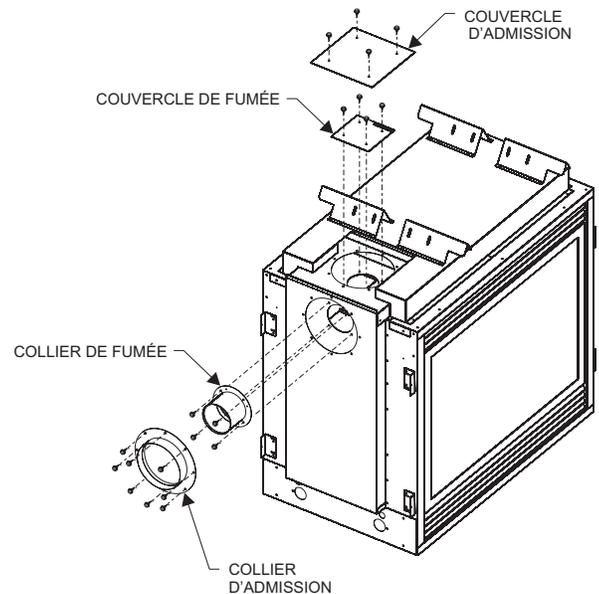

Figure 11
4. Attacher le couvercle d'admission sur l'ouverture d'admission supérieure avec 4 vis. Voir Figure 11.